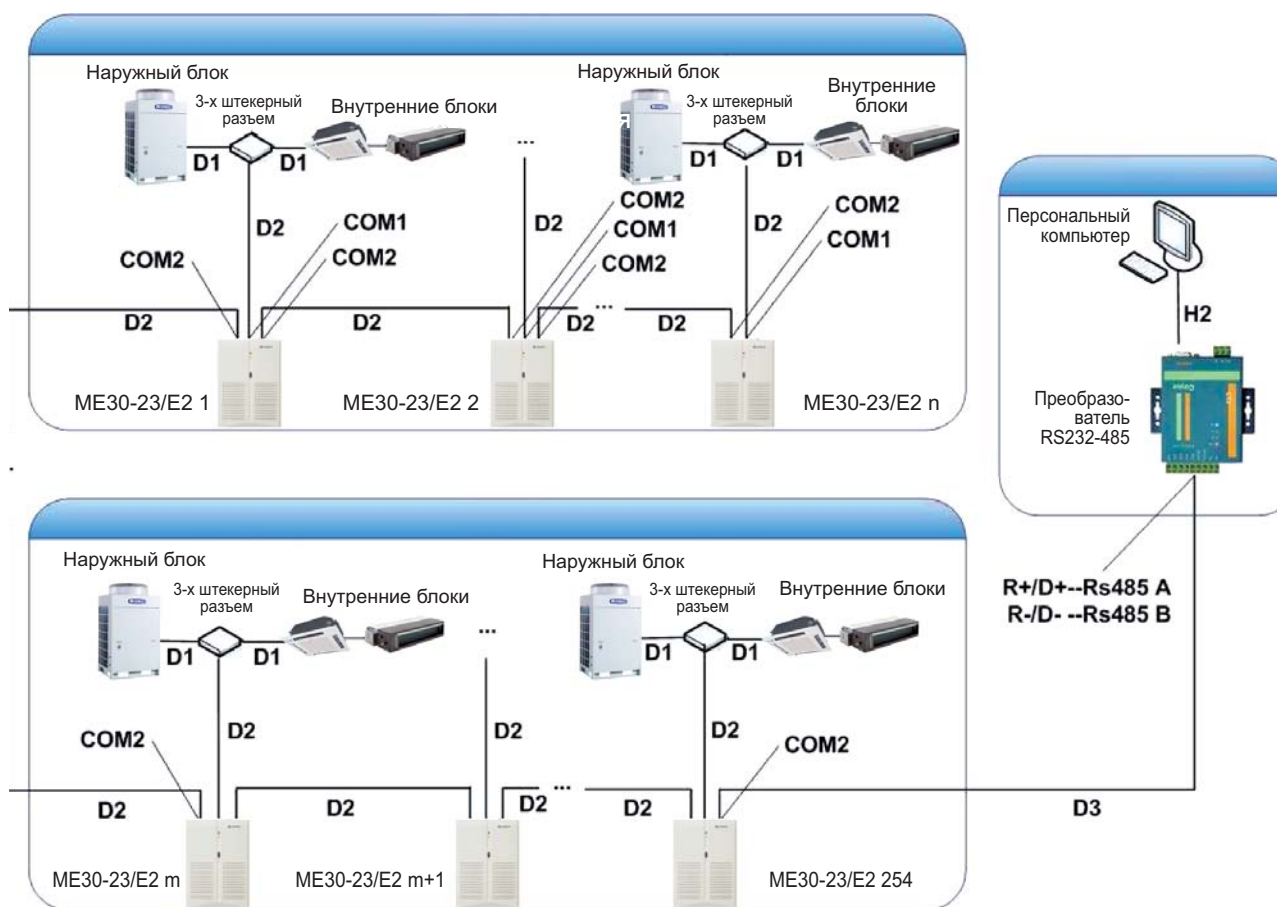

Рис. 7.14
7.4.5 К одному персональному компьютеру возможно подключение до 254-х блоков коммутации ZJ6012 (рис. 7.14).